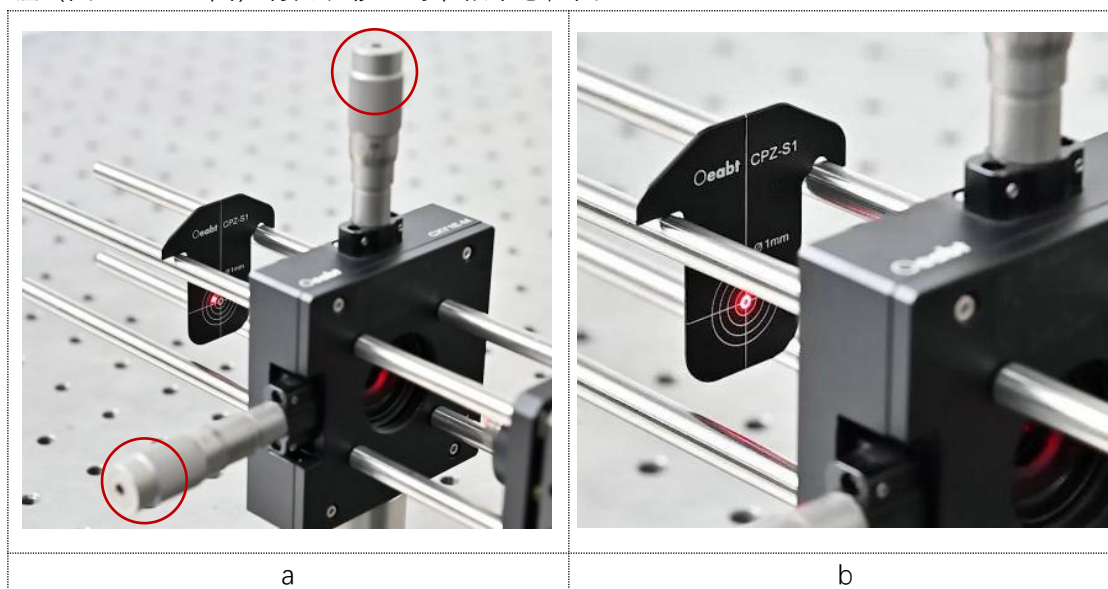

图 4-6
②、将“对准板”放至“XY 平移架”后方，观测光斑位置，通过调整“XY 平移架”侧面旋钮（图 4-6-a 红圈）将光斑移至对准板中心，图 4-6-b。